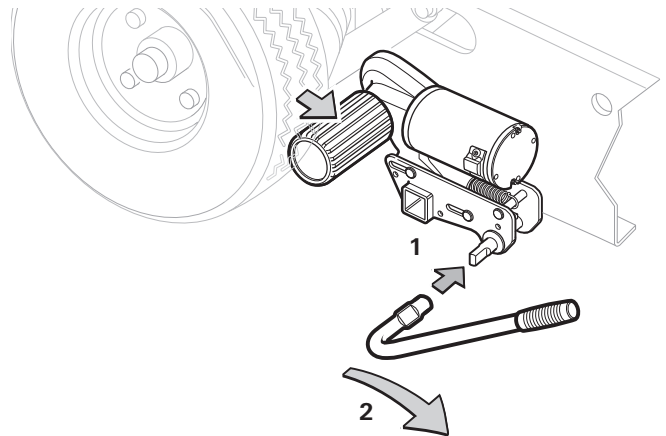
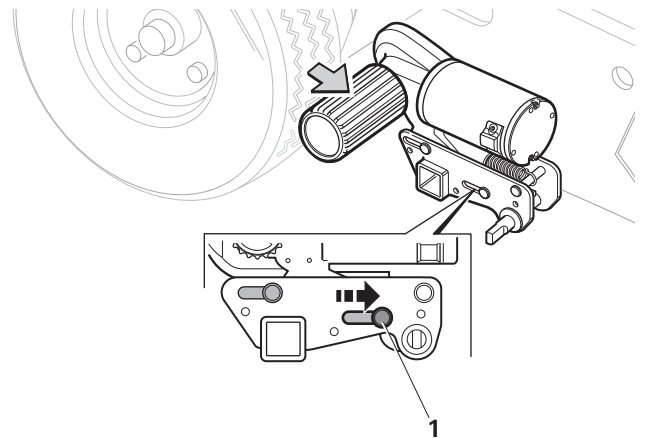

Bild 9
Bild 10
– Sätt fast manöverarmen på kopplingsaxeln (bild 9 - 1).
– Vrid manöverarmen i pilriktningen (från fordonshjulet) (bild 9 - 2) tills drivhjulet hakar fast ordentligt i slutläget. Positionsindikatorn i höljet pekar nu på "X" (bild 10 - 1).